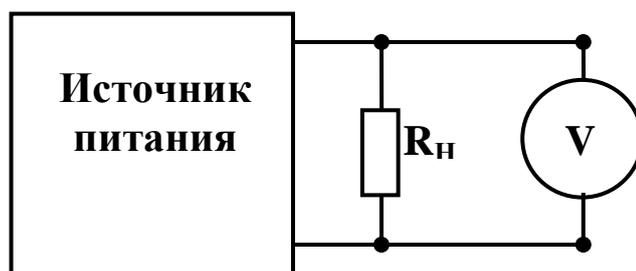

Рис. 13. Структурная схема установки для измерения я источника питания
2. Подключить к выходу вольтметр постоянного тока, соблюдая полярность, и измерить выходное напряжение (рис. 13).